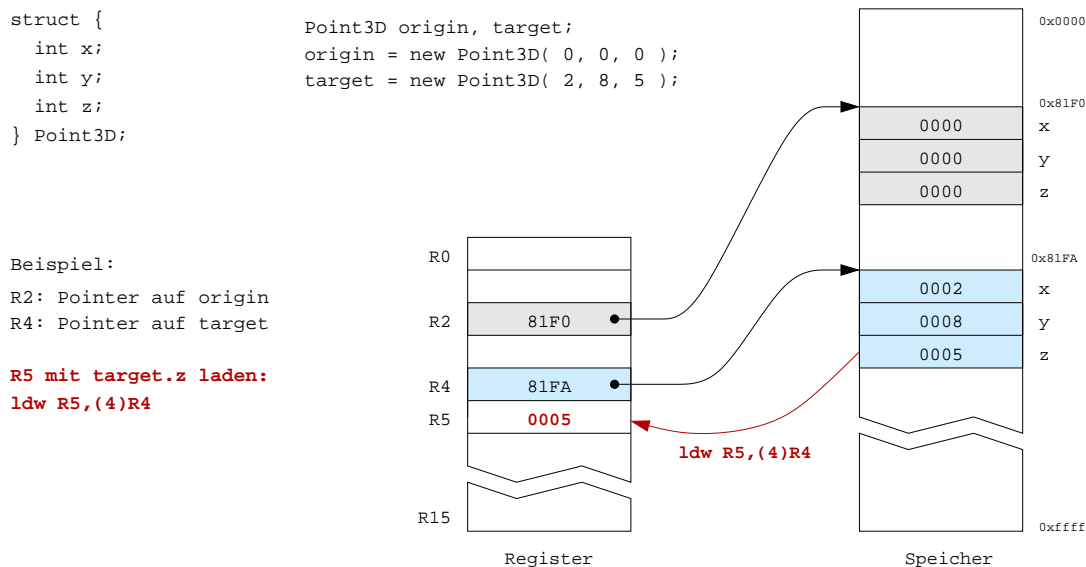

Abbildung 3: Adressierung mit Basisadresse und Offset zum direkten Zugriff auf Elemente zusammengesetzter Datentypen
Ein Beispiel für die Adressberechnung ist in Abbildung 3 für eine einfache struct `Point3D` mit drei Elementen *x*, *y*, *z* dargestellt. Register *R2* und *R4* dienen dabei als Pointer auf zwei dieser Strukturen. Mit Hilfe des Offsets bei der Adressierung ist es jetzt möglich, direkt auf (bis zu 16) Elemente innerhalb der Strukturen zuzugreifen, ohne die Adresse separat berechnen zu müssen. Zum Beispiel laden die Befehle `ldw R6, (2)R4` und `ldw R5, (4)R4` direkt die Werte von `target.y` und `target.z` in die Register *R6* und *R5*.